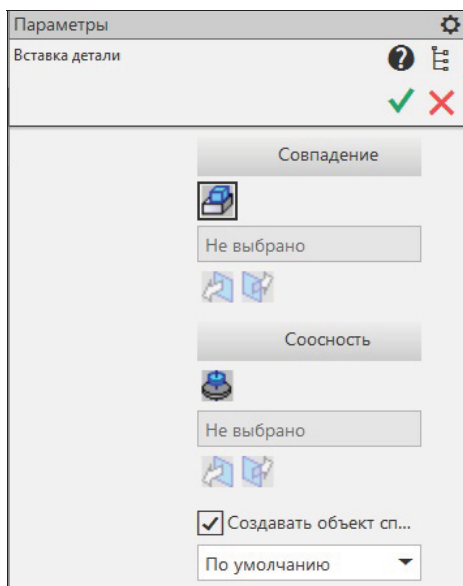

Рис. 30.24. Панель
- ◆ щелкните ЛК в любом месте экрана для фиксации фантома болта. На панели **Параметры: Вставка детали** (рис. 30.24) выполните действия:
- ♦ окно Справочника закроется, и в окне модели появится фантом подшипника. Для его вставки воспользуемся панелью **Параметры: Вставка детали** (см. рис. 30.24):